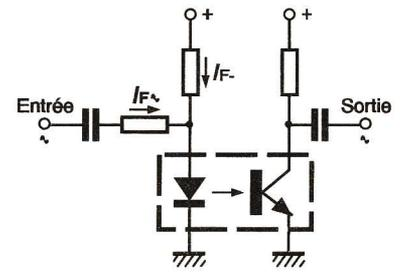

Fig 7
■ Transmission audio (fig. 7). Pour obtenir un faible taux de distorsion, il est nécessaire que l'intensité du signal audio soit beaucoup plus petite que l'intensité d'alimentation. Le point de fonctionnement doit se trouver sur la partie linéaire de la caractéristique de la DEL.